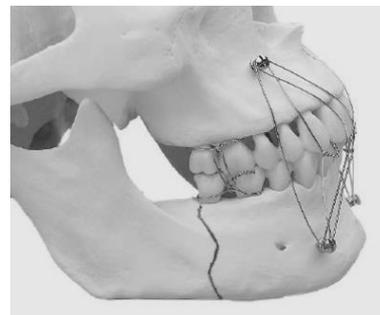

Figura 14
9) Verificar a redução da fratura (figura 14)